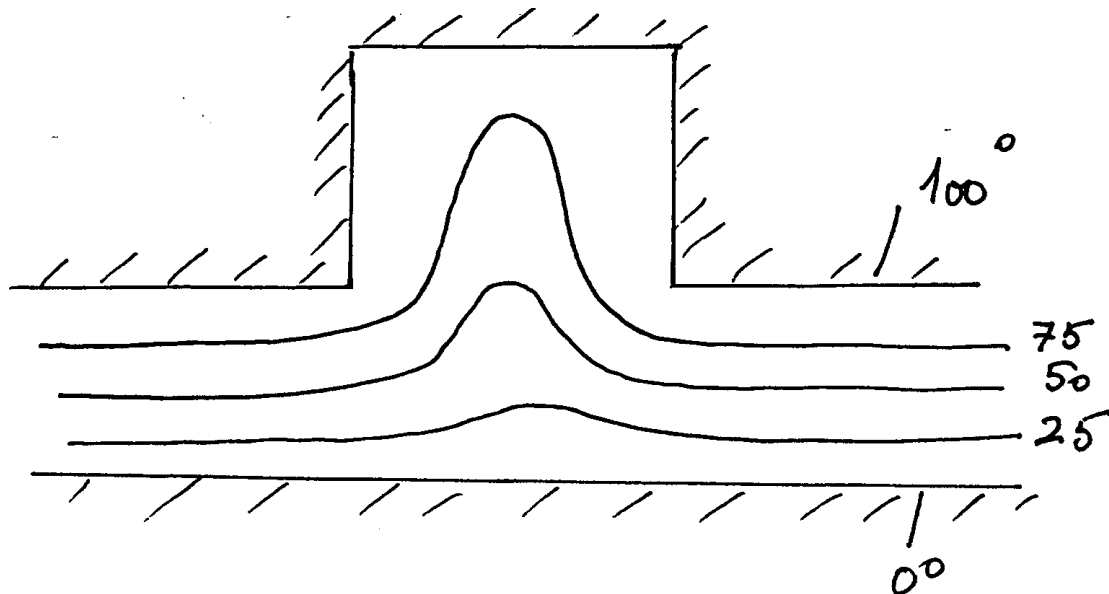

FIG. 2.3 – Exemples de courbes isothermes
• **Surface isotherme** : si dans un milieu on relève les températures en tout point à un instant donné et qu'on relie entre eux les points de même température on obtient des surfaces isothermes en 3D et des lignes isothermes en 2D (voir **Figure 2.3**).